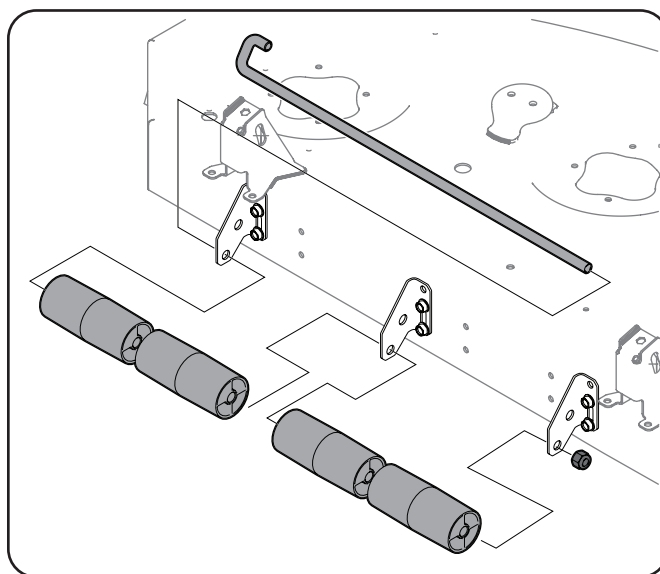

Figure 1-3
2. Debe alinear los rodillos (n.º 5) dentro de las ménsulas (2 por cada conjunto de ménsulas) y deslizar el pasador de rodillo (n.º 3) a través del centro de los rodillos y dentro del orificio de montaje de la ménsula de rodillo de lado derecho. Consulte la Figure 1-3.
3. Sujete el extremo del pasador de rodillo con una tuerca de seguridad de  $\frac{1}{2}$ " (n.º 4). Consulte la Figure 1-3.